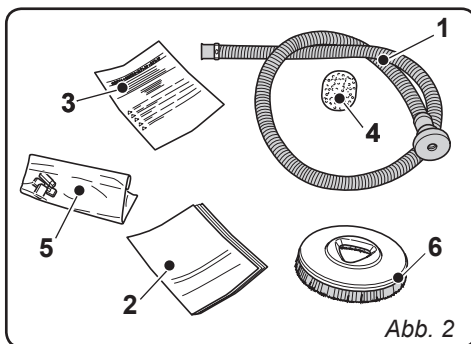

Abb. 2
- Entfernen Sie die Hülle (1) mit den Zubehörteilen und die Kartonschachtel (2) mit der Bürste.
2.1.a - Maschinenzubehör (Abb. 2)